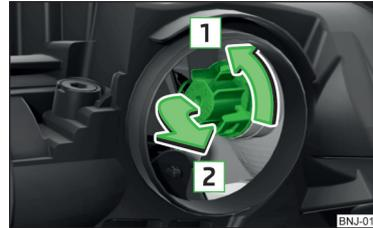

Abb. 198 Glühlampe für Blinklicht vorn wechseln
- Den Sockel mit der Glühlampe in Pfeilrichtung **1** drehen » Abb. 198.